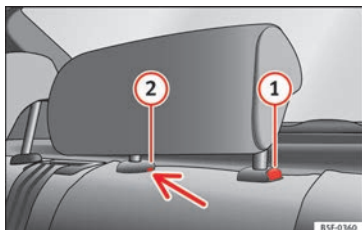

Fig. 142 Encosto de cabeça traseiro central: ponto de desbloqueio.
- Pressione o botão ① »» **Fig. 142**, apertando ao mesmo tempo pelo orifício do tampão ② »» **Fig. 142** com uma chave de fendas, com um máximo de 5 mm de largura e retire o encosto de cabeça.